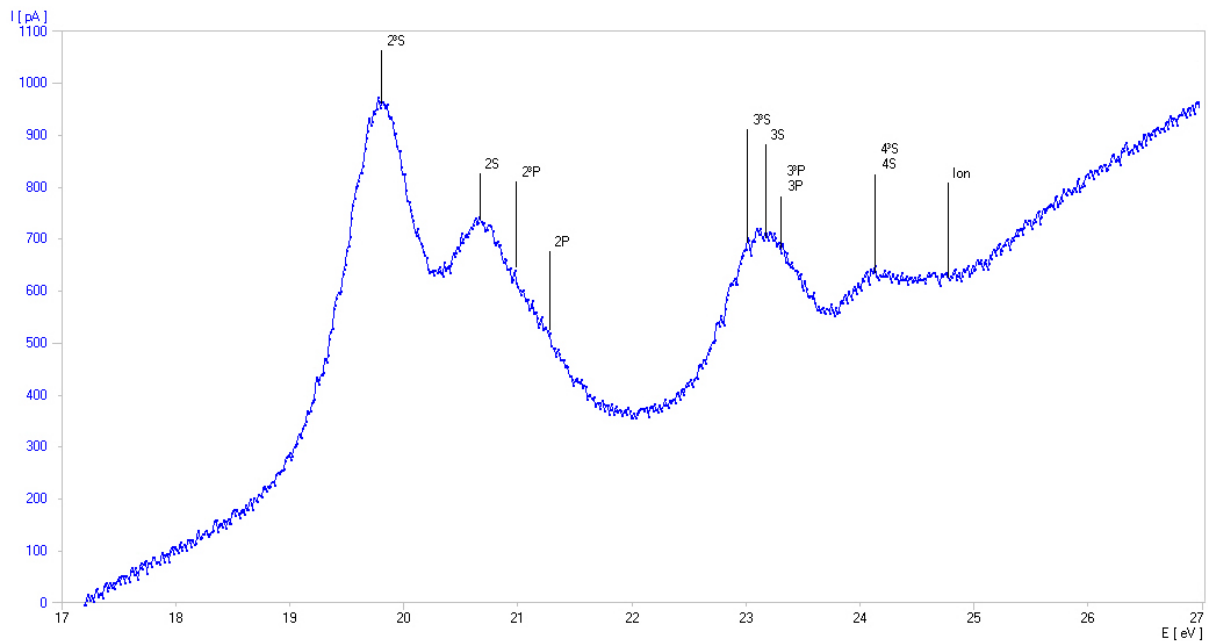

Fig. 3: Bestimmung der kritischen Potenziale des Heliumatoms (Messkurve aufgenommen mit dem 3B NETlog™)
- Diagramm erstellen, in dem die X-Achse mit der Größe E und die Y-Achse mit der Größe I belegt ist (siehe Fig. 3).